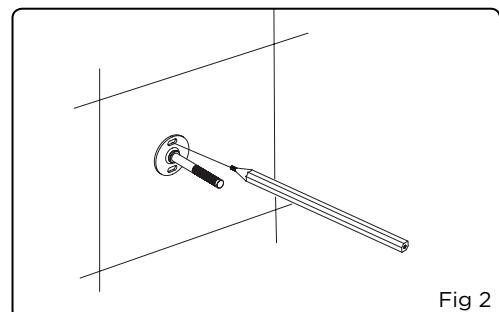

Fig 2
2. Locate where you want to install the slide bar. Use the top post as a template and mark locations on shower wall using pencil (Fig 2).
2. Déterminer l'endroit où sera installée la barre coulissante. Utiliser la fixation pour vous guider et marquer l'emplacement sur le mur de la douche avec un crayon à mine (fig. 2).